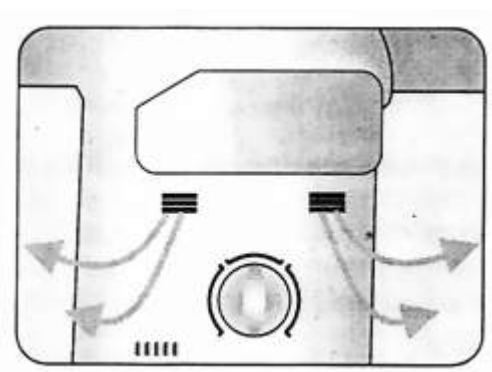
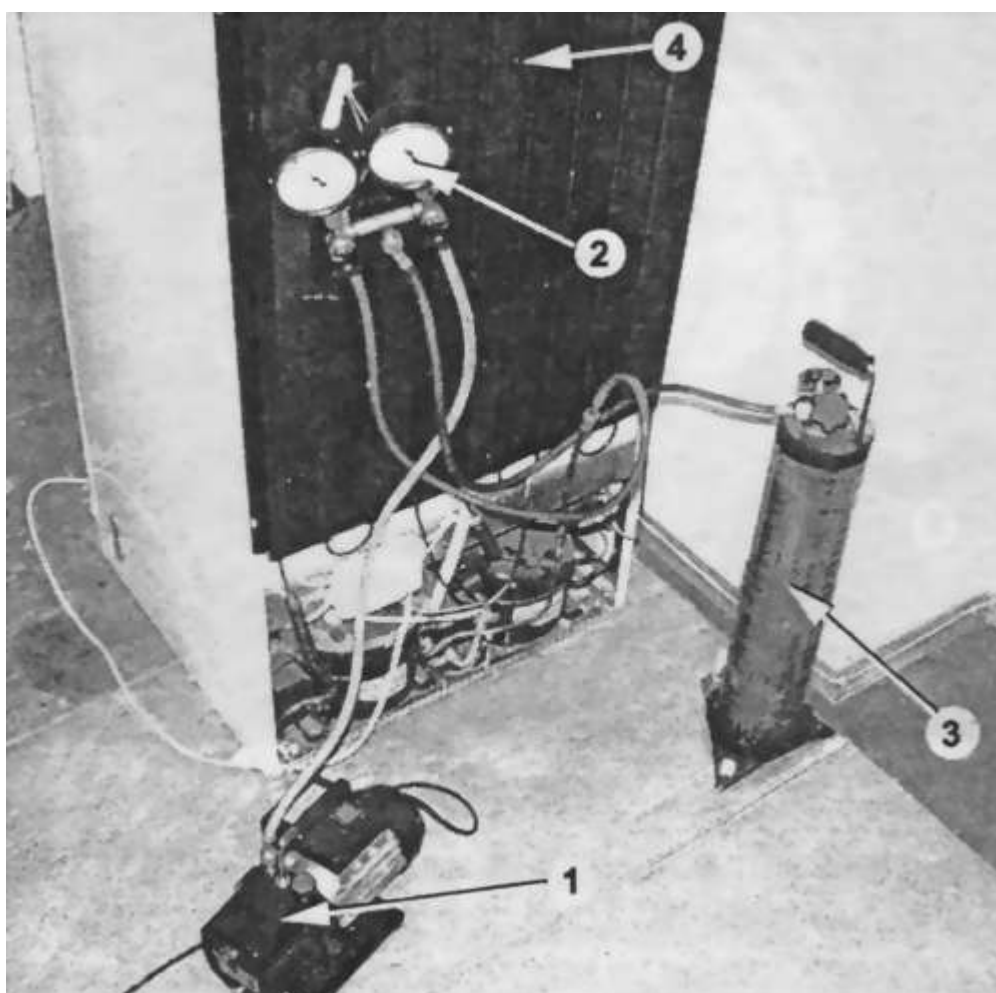
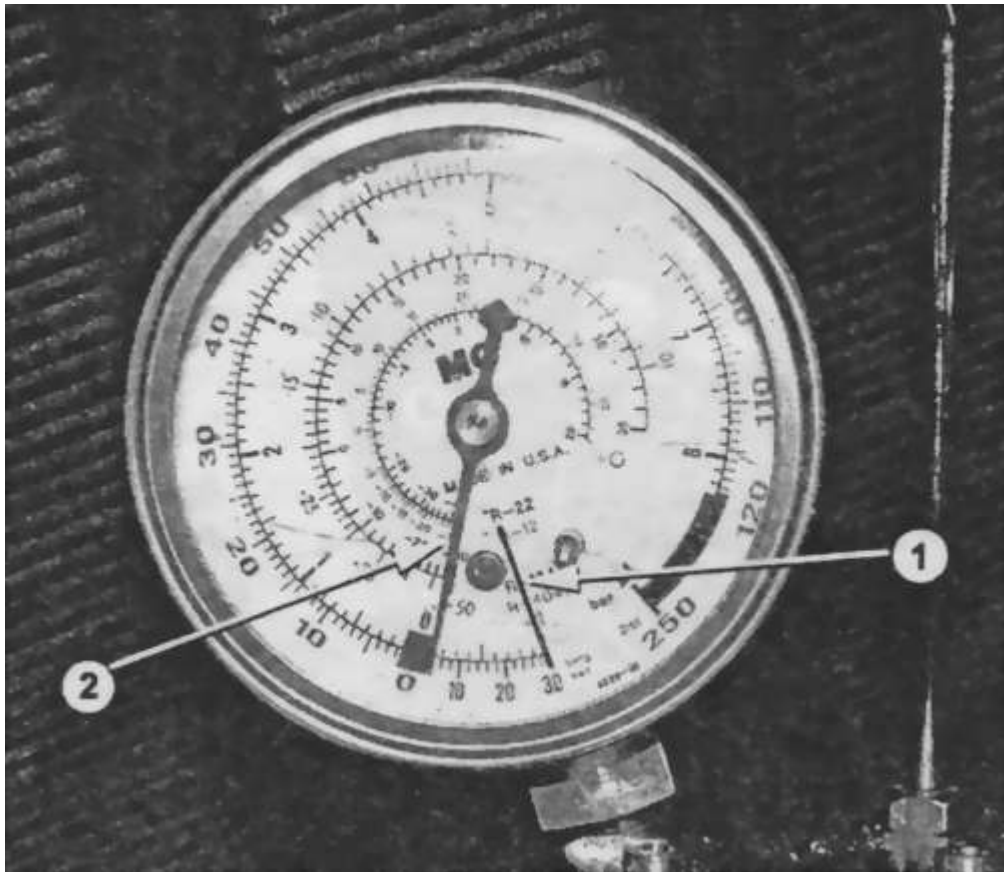

Рис. 10 Система принудительной циркуляции воздуха фирмы ВЕКО
Рис. 7
Рис. 9
А также система принудительной вентиляции фирмы ВЕКО (рис. 10), примененная, например, в холодильнике ВЕКО NCH 5010.
- вакуумируют контур циркуляции. Для этого необходимы вакуумный насос (ВН) 1 (рис. 7), заправочная станция (ЗС) 2 и заправочный цилиндр (ЗЦ) 3.
- открывают оба вентиля заправочной станции и включают вакуумный насос. Среднее время вакуумирования контура циркуляции составляет 30 мин. По окончании процесса вакуумирования показания манометра низкого давления заправочной станции (на рис. 7 — он слева) должны соответствовать метке 1 (рис. 9);
- выключают вакуумный насос, закрывают правый вентиль заправочной станции (рис. 7) — от этого вентиля идет шланг к вакуумному насосу. Прежде чем приступить к заправке хладагента на заправочном цилиндре отмечают уровень хладагента, по шкале, нанесенной на боковой стенке цилиндра (рис. 10);
- включают холодильник и на манометре низкого давления наблюдают показания, отмеченные меткой 2 на рис. 9;